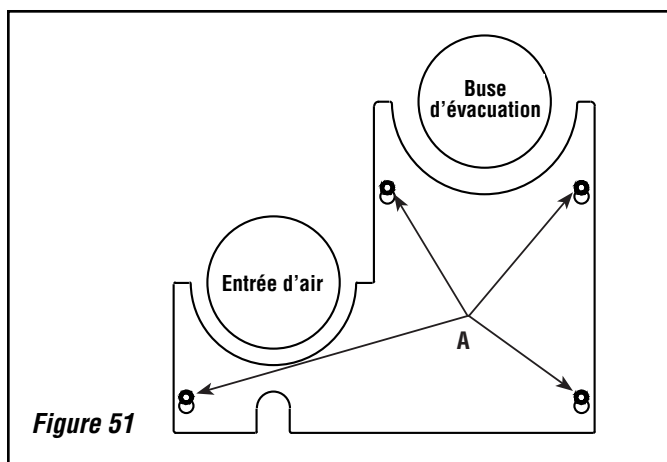

Figure 51
2. Si le poêle est raccordé au tuyau d'évacuation, desserrer les quatre vis à tête hexagonale de 5/32 po (*figure 51*, repère A) qui fixent la plaque de protection inférieure sous la buse d'évacuation, soulever légèrement la plaque, puis la retirer.